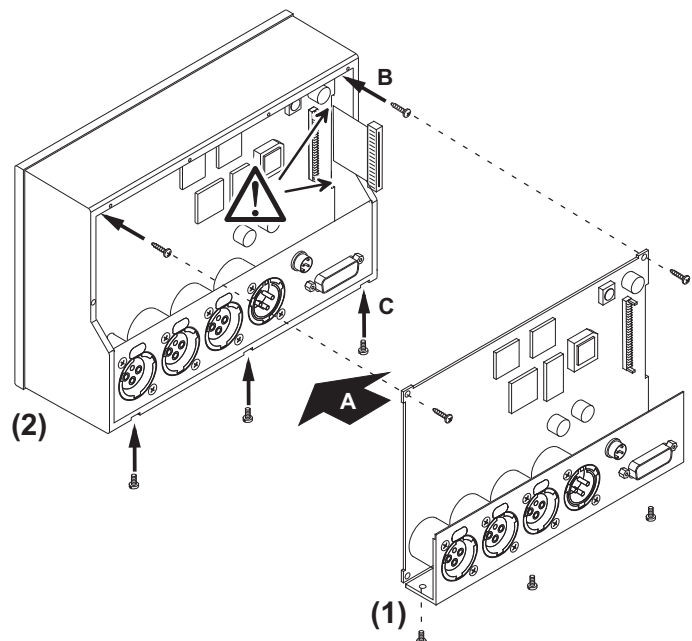

Bild 4-10: Einbau von Hauptplatine und Anschlusspanel
12. Positionieren Sie die Hauptplatine so, dass sie mit den beiden oberen Schrauben fixiert werden kann (A). Achten Sie darauf, dass das Verbindungskabel frei an der seitlichen Platinaussparung vorbeigeführt ist und nicht beschädigt oder geknickt wird. Es darf nur ca. 1 - 2 cm über die Hauptplatine herausragen. Fixieren Sie zuerst die Hauptplatine mit zwei Schrauben (B). Befestigen Sie dann das Anschlusspanel von unten mit drei Schrauben (C). (Bild 4-10)